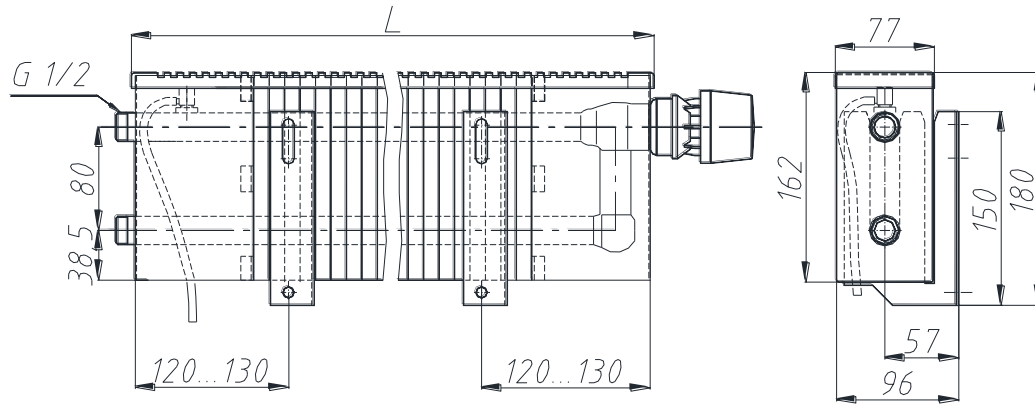

Рис.2 Конвектор «Новотерм» СКН 204...225-Пр1-Т1б
4.5. Размеры изделий представлены на Рис.2, 3, 4, 5, 6, 7 и таблице 1, 2